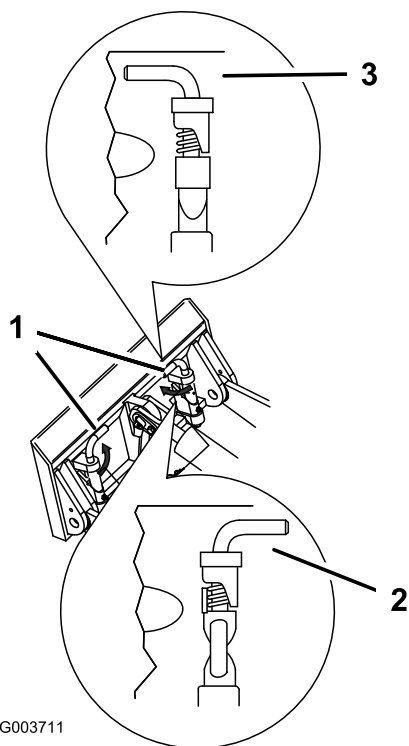

Bild 17
7. Lassen die Schnellbefestigungsstifte eingreifen und stellen Sie sicher, dass sie vollständig in der Befestigungsplatte sitzen (Bild 17).